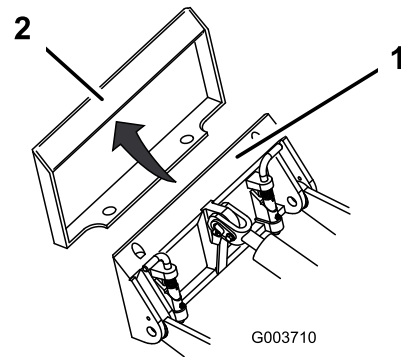

Bild 4
4. Setzen Sie die Befestigungsplatte in die obere Lippe der Aufnahmeplatte am Anbaugerät (Bild 4).